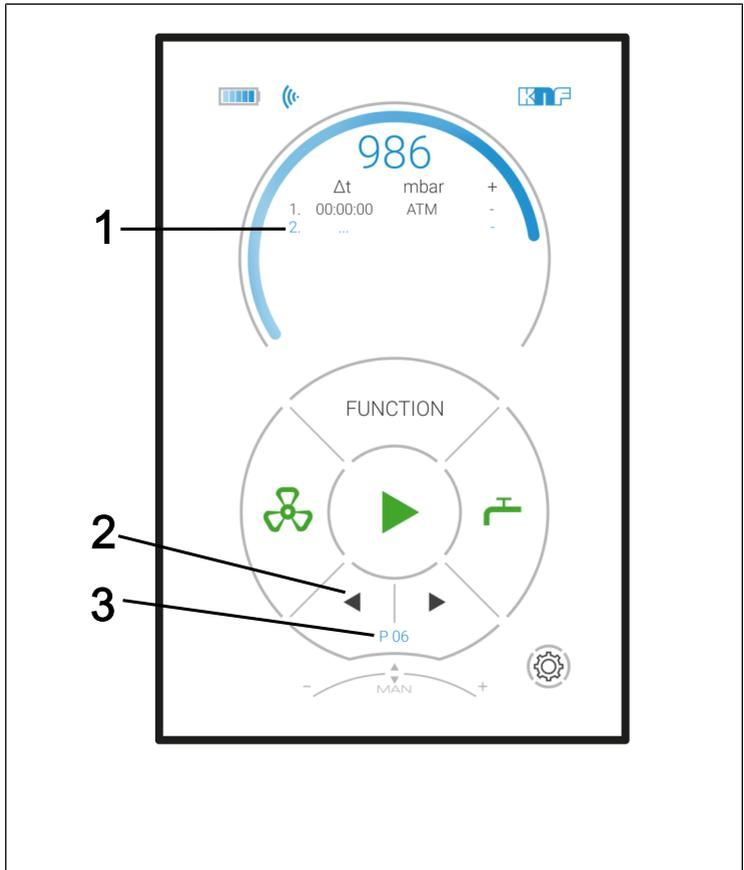

图13: 自动运行功能中的菜单
选择行（见图 13）：
→ 按下选择参考点表（箭头位于图 13/2）按钮，然后选择所需的参考点表。
**i** 最多可保存10个不同的参考点表格，并可根据需要再次呼叫。显示屏（图 13/3）中的数字表示当前选择的参考点表。